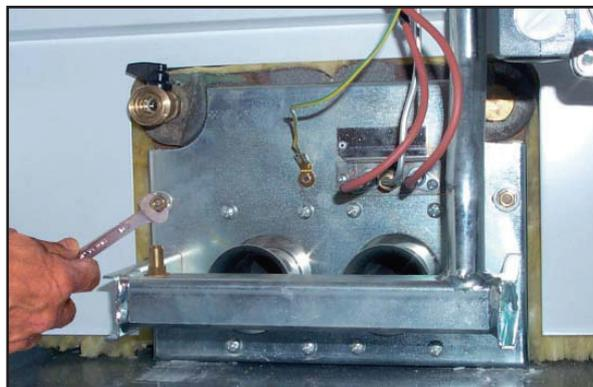

fig. 19
- Desenroscar las dos tuercas que fijan la puerta de la cámara de combustión a los elementos de fundición de la caldera (fig. 19).